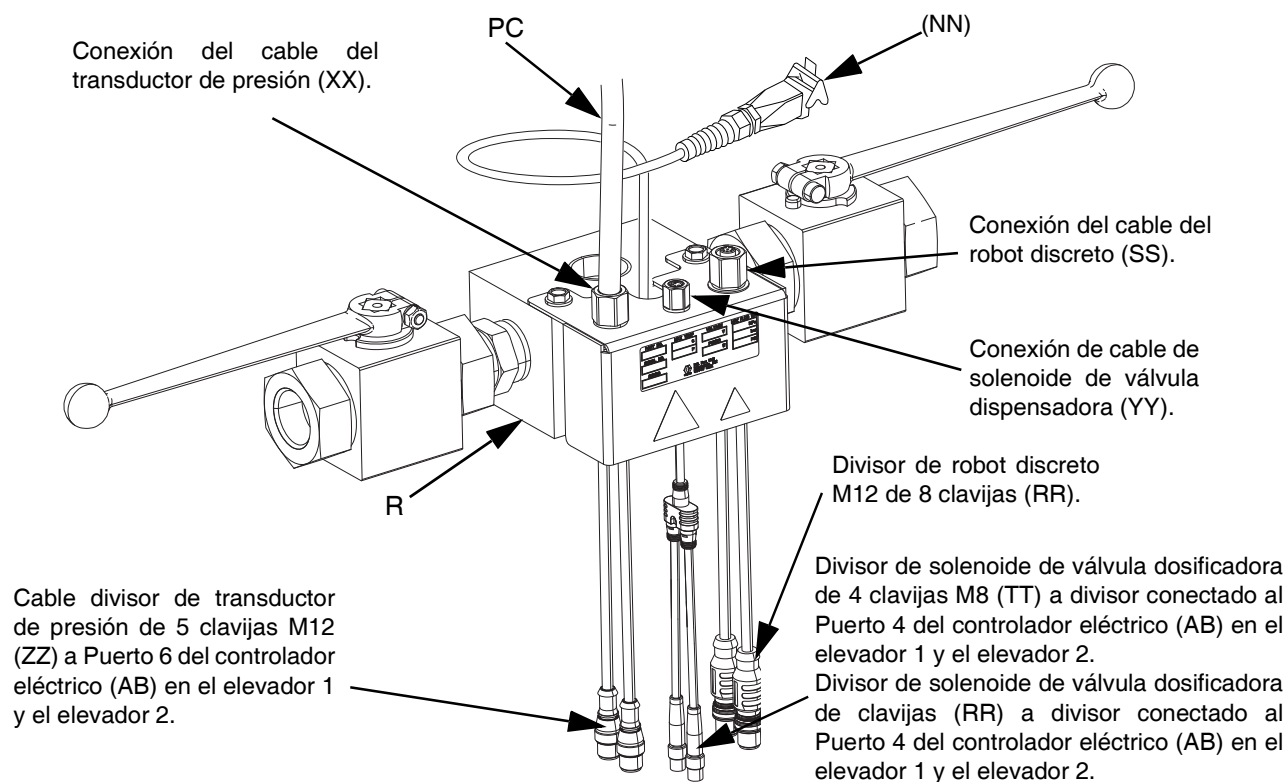

FIG. 22
1. Si utiliza un sistema de suministro con elevador iQ, conecte el cable del transductor de presión (PC) desde la válvula dosificadora (B) al puerto 6 del controlador eléctrico (AB). Consulte el apartado **Conexiones de comunicaciones del controlador eléctrico** de elevadores individuales en la página 16.
- a. Conecte el cable del transductor de presión (PC) de la válvula dosificadora (B) al divisor del transductor de presión de la válvula del bloque en tándem. Consulte la FIG. 22.
- b. Conecte un extremo macho del cable del divisor del transductor de presión de 5 clavijas M12 (ZZ) en el bloque en tándem (R) al Puerto 6 del controlador eléctrico (AB) del Elevador 1. El segundo extremo macho va al Puerto 6 del Elevador 2. Consulte el apartado **Conexiones de comunicaciones del controlador eléctrico del Elevadores en tándem** de la página 17.